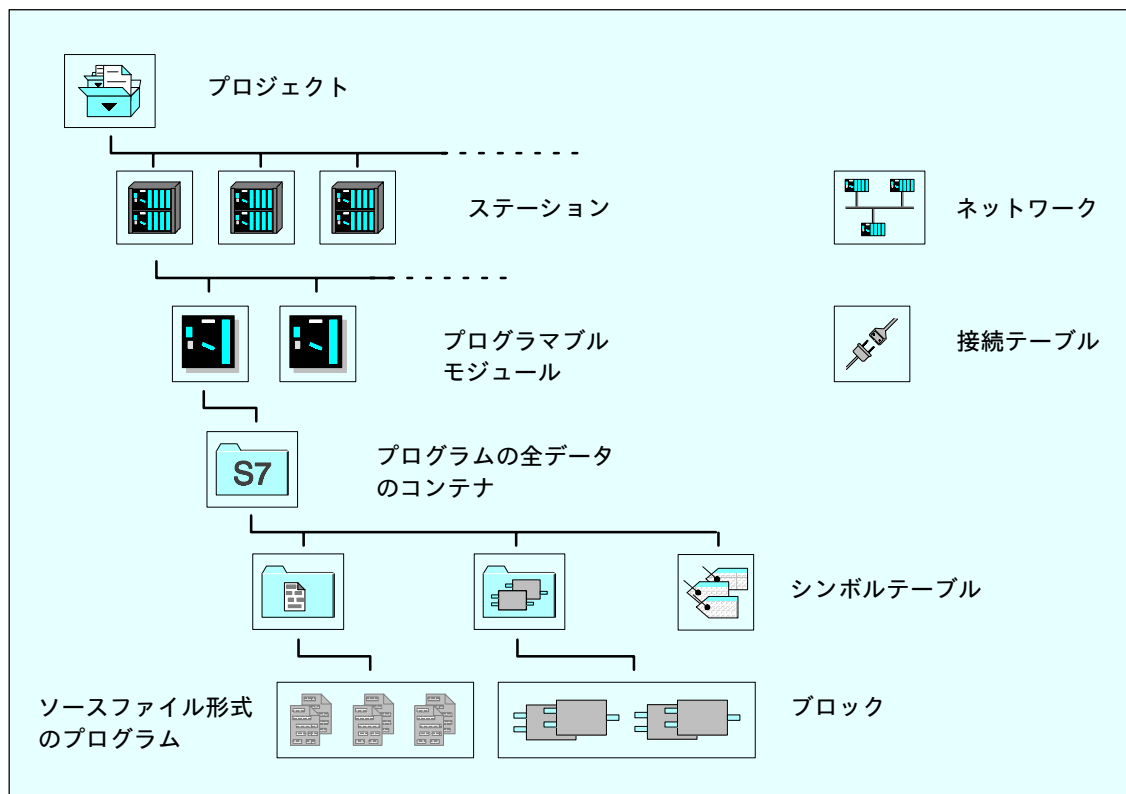

図 3-2 STEP 7 プロジェクトの基本オブジェクトの階層図
STEP 7 のプロジェクトは、基本的に図 3-2 に示すオブジェクトで構成されます。これらのオブジェクトを以下にリストし、説明します。